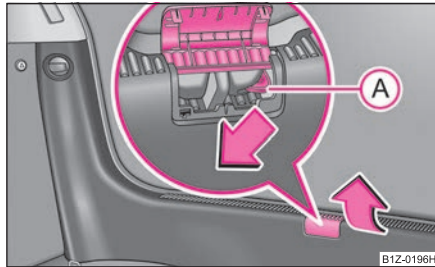

Fig. 31 Desbloqueo de emergencia de la tapa de maletero
- Levante la cubierta de la cerradura ⇒ fig. 31.